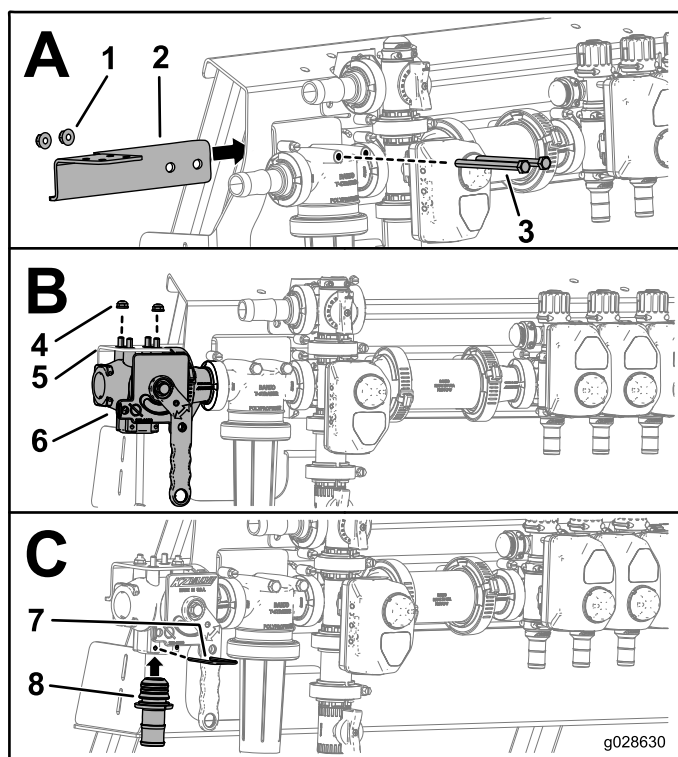

Figure 4
3. Fixez le support de la vanne de mélange au bloc de vannes de rampe au moyen des boulons et écrous de fixation du filtre sous pression au support du bloc de vannes ; voir l'encadré A de la Figure 4.
4. Montez la vanne de mélange comme montré dans l'encadré B de la Figure 4.
5. Montez le raccord de 1 pouce dans la vanne de mélange et fixez-le avec une goupille de retenue neuve ; voir l'encadré C de la Figure 4.